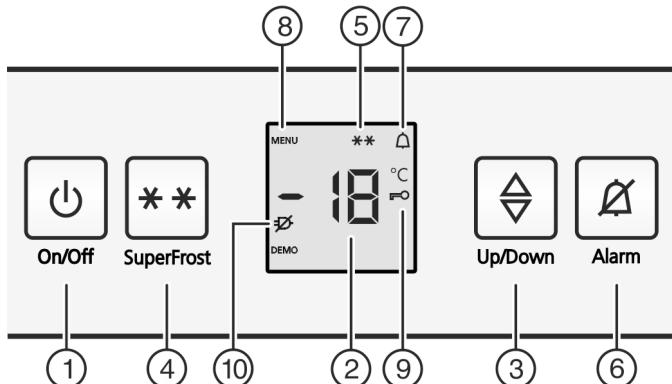

Fig. 2
- Вместе с индикацией температуры мигает символ «SuperFrost» Fig. 2 (5).\*
- Нажать кнопку On/Off Fig. 2 (1).
- Активация режима настройки: Нажмите кнопку SuperFrost Fig. 2 (4) и удерживайте ее прим. 5 секунд.
- На индикаторе будет отображаться символ «Меню» Fig. 2 (8).
- Для подтверждения нажать и отпустить кнопку «SuperFrost» Fig. 2 (4).
- На индикаторе горит символ «Защита от детей» Fig. 2 (9).
► нажмите и отпустите кнопку "On/Off" Fig. 2 (1).
- Символ «Защита от детей» Fig. 2 (9) гаснет.
► Нажмите кнопку Alarm Fig. 2 (6).
Одновременно мигает индикация температуры и символ тревоги Fig. 2 (7).
Звуковой сигнал выключается автоматически, символ аварийного сигнала Fig. 2 (7) выключается и индикатор температуры перестает мигать, если температура снова становится достаточно низкой.